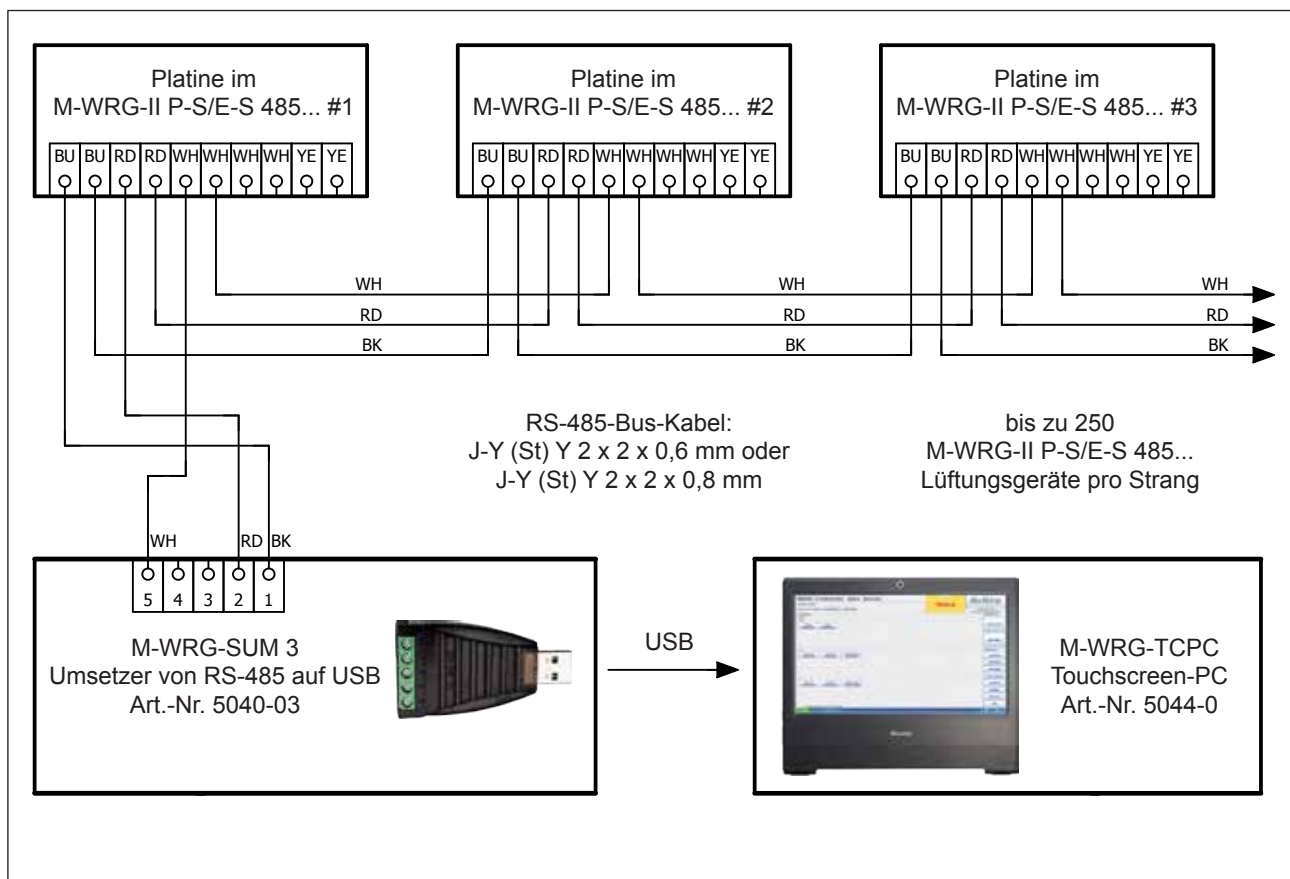

Abb. 22: RS-485-Netzwerk
- ▶ Führen Sie die Verdrahtung durch, wie in Abb. 22 auf Seite 35 gezeigt.